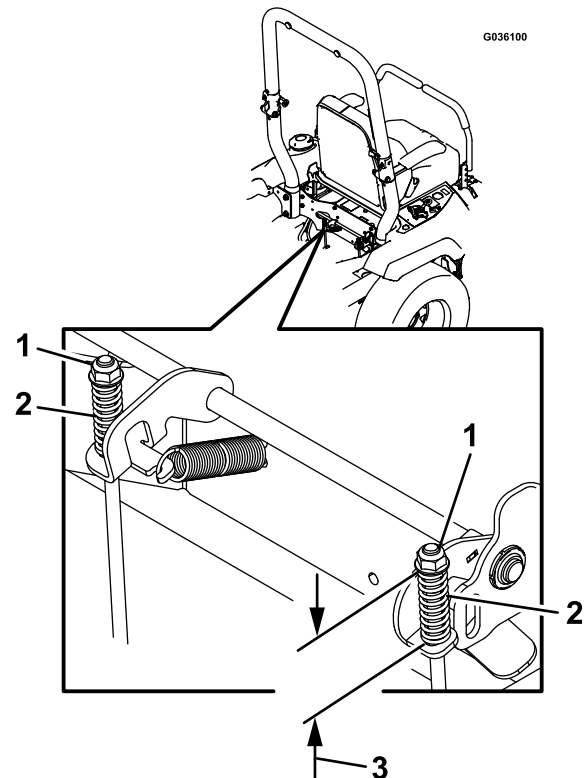

Figura 73
7. Compruebe la longitud de ambos muelles como se muestra en Figura 73. Si se requiere un ajuste, gire la tuerca superior en el sentido de las agujas del reloj para acortar el muelle y en el sentido contrario a las agujas del reloj para alargarlo.